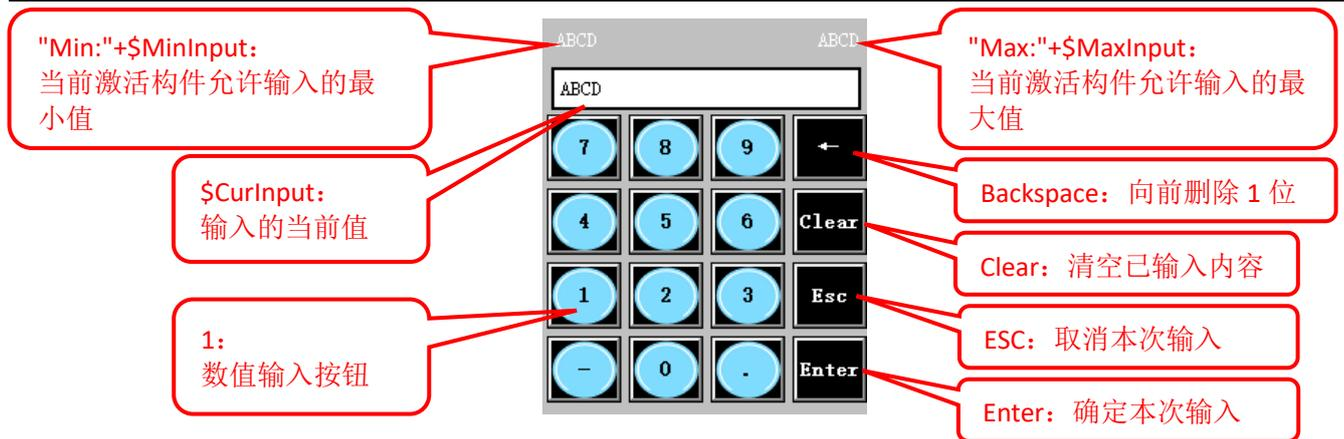

图 2.3-12 完成自定义键盘
- ③ 按照同样的方式，再添加 2 个标签构件，重复步骤①～步骤②，分别在其在【显示输出】→【表达式】，输入以下字符串：“Min:”+\$MinInput; “Max:”+\$MaxInput。并调整标签构件大小、填充色等外观，效果如图 2.3-12 所示：